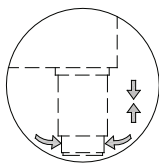

Abb. 1
- Das Gerät auf einer ebenen und geraden Fläche platzieren (Füße regulieren) (Abb. 1)